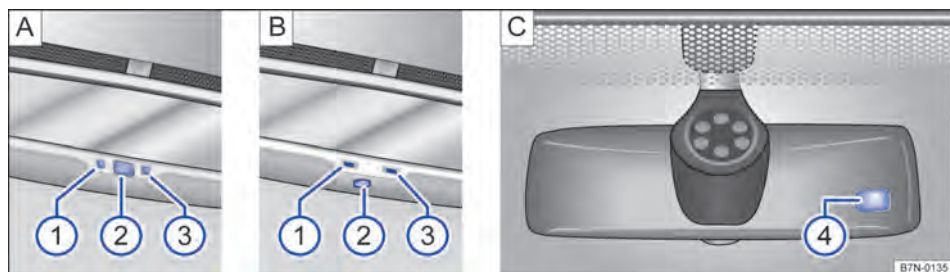

Fig. 105 No para-brisa: espelho retrovisor interno com antiofusco automático.
Legenda para Fig. 105:
- ① Luz de controle.
- ② Interruptor.
- ③ Sensor para reconhecer a incidência de luz por trás.
- ④ Sensor para reconhecer a incidência de luz pela frente.
O antiofusco automático pode ser ligado e desligado com o interruptor no espelho retrovisor interno ⇒ Fig. 105 A ② ou ⇒ Fig. 105 B ②. Com o antiofusco automático ligado, a luz de controle A ① ou B ① se acende.
- Um sensor no lado que indica para o interior do veículo, que mede a incidência de luz por trás ⇒ Fig. 105 A ③ ou ⇒ Fig. 105 B ③.
- Um sensor no lado que indica para o para-brisa, que mede a incidência de luz pela frente ⇒ Fig. 105 C ④.